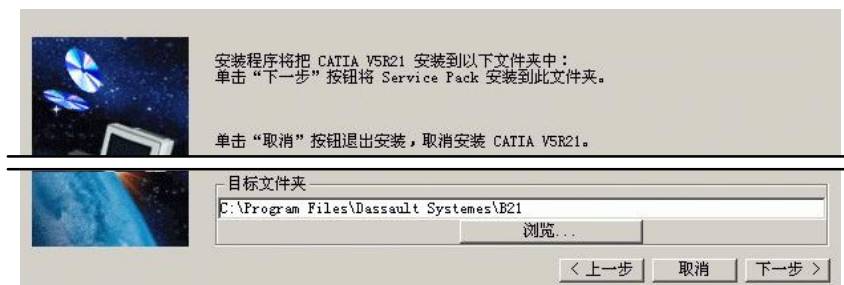

图 1.3.2 选择目标位置
Step 4 系统弹出图 1.3.2 所示的对话框，接受系统默认的路径，单击  按钮。